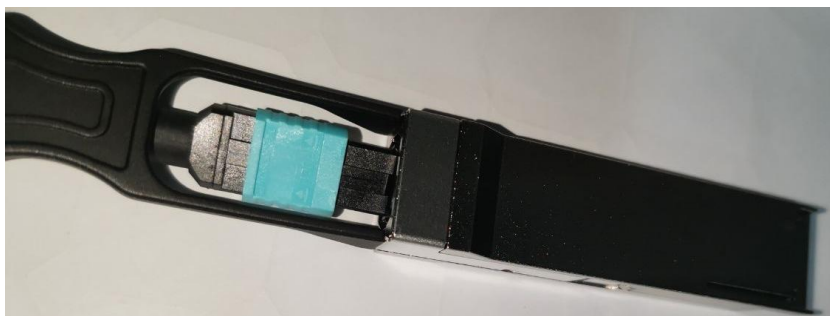

图 4-3 光纤与 QSFP+ 光模块连接
- 1) 将光纤线的 MPO 跳线插入标配的 QSFP28 光模块，如图 4-3 所示，接口有防呆设计，注意插入的方向，插入后听到“咔”的一声，表示接头完全插入；